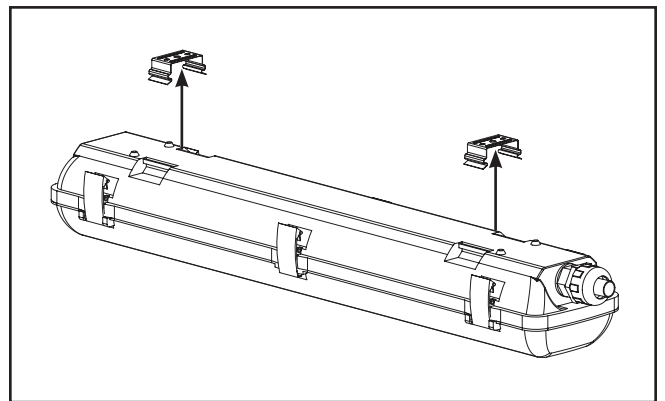

Figure 3.
4. Orientez le luminaire afin que le raccord de conduit soit face à l'alimentation électrique entrante ou au conduit. Alignez les encoches du corps de luminaire avec les supports de fixation et appliquez une légère pression vers le haut pour fixer le luminaire sur les deux supports de fixation. (Figure 3)